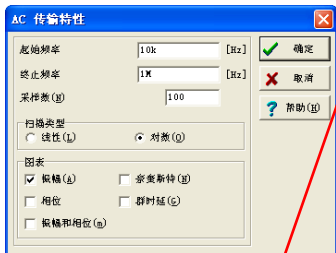
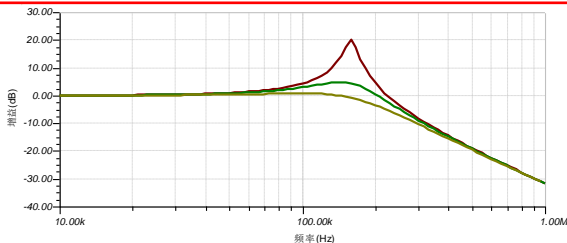

图 86 交流分析参数设置
图 87 三种电阻值下的串联谐振电路幅频特性
① 交流幅频特性：执行【分析|交流|交流传输特性】菜单命令，如图 86 所示设置交流分析参数，电阻 R 分别为 100 Ω 、500 Ω 、1.1k Ω 时的串联谐振电路幅频特性如图 87 所示。